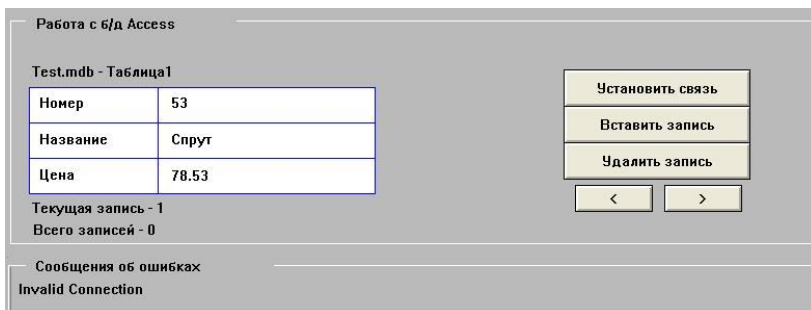
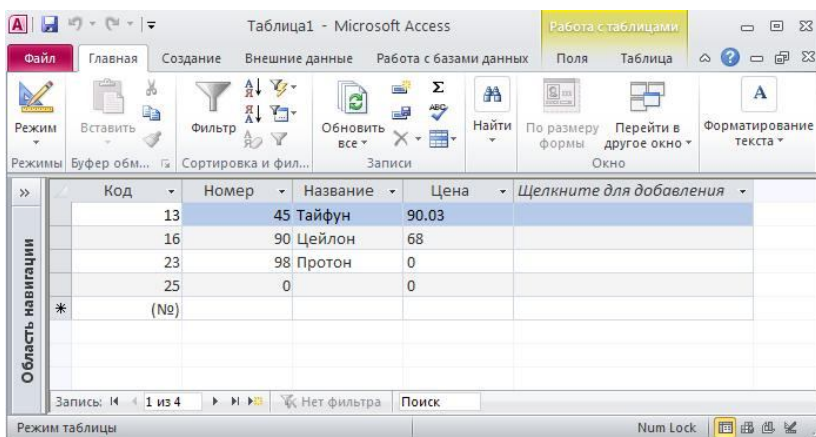

Рис.87. Панель оператора для взаимодействия с таблицей базы данных MS Access.
Рис.88. Учебная панель базы данных MS Access.
5. С помощью кнопки «Установить связь» подключиться к таблице «Таблица1» базы данных TEST.MDB (рис.87, рис.88). Создать кнопки для просмотра записей в указанной таблице и их корректировки (рис.87).